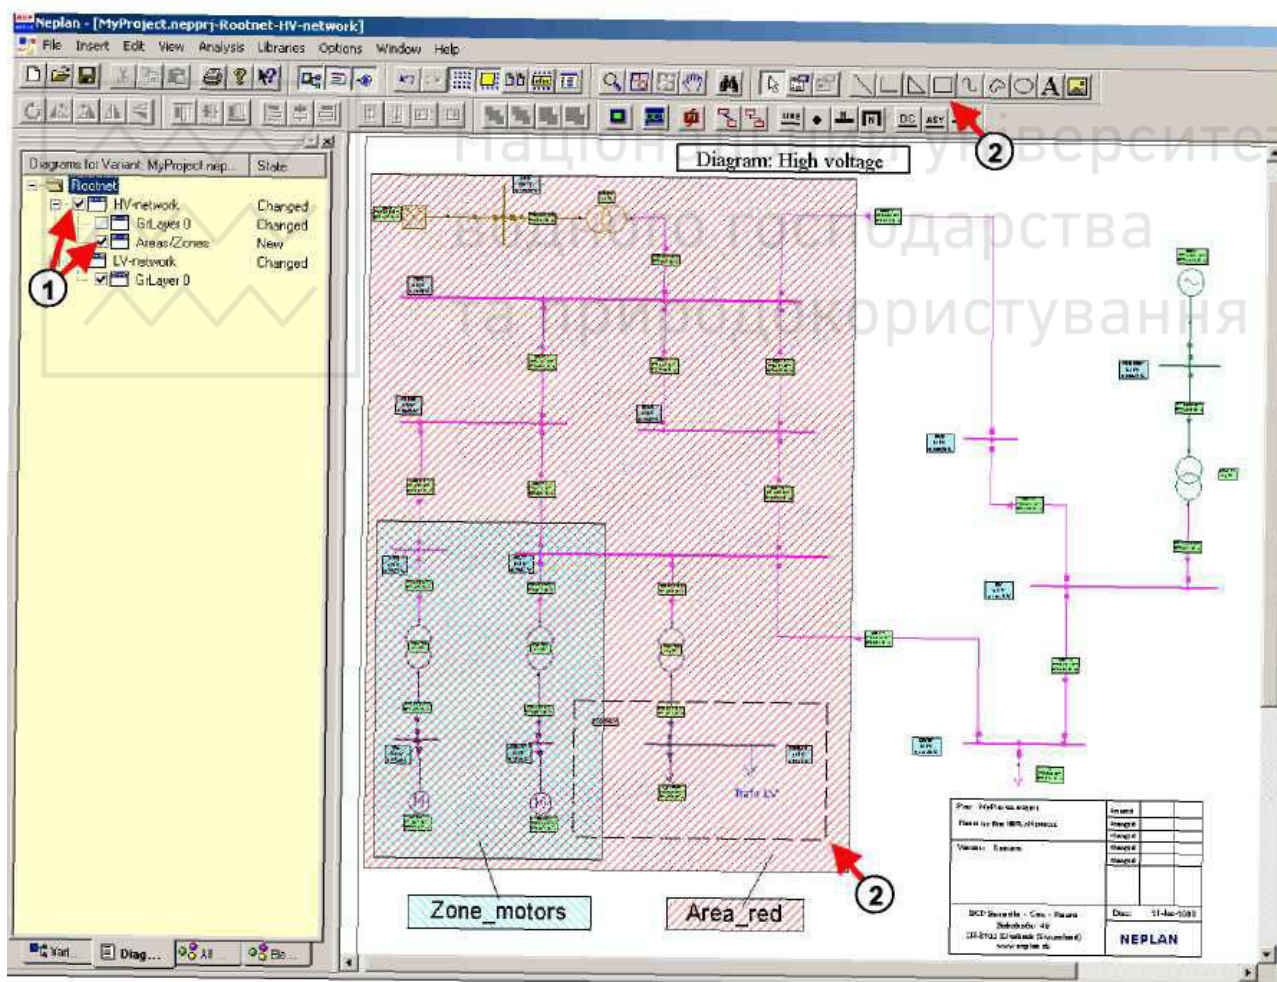

Рисунок 5.5 – Виділення області графічного рівня «*Areas/Zones*» схеми «*HV-Network*»
Активация нового графічного рівня *Areas/Zones* на схемі *HV-Network* здійснюється встановленням галочки навпроти графічного рівня, або натисканням правої клавіші миші на рівні та вибором *Set to Active Layer* в меню, що з'явилося (цифра 1, рис. 5.5).
Далі необхідно виділити область для району та зони, використовуючи графічні засоби панелі інструментів (цифра 2, рис. 5.5).
4. Виділити області для району та зони, використовуючи графічні засоби панелі інструментів, як показано на рис. 5.5. Тоді двічі натиснути лівою клавішею миші на виділеній області. У діалоговому вікні *Graphic Properties*, що з'явилося, вибрати вкладку *Fill*, у полі *Foreground Color* вибрати червоний колір, у полі *Hatch* вибрати пункт *Downward Diagonal* та натиснути кнопку *Ok*. Після цього двічі натиснути лівою клавішею миші на виділеній зоні. У діалоговому вікні *Graphic Properties*, що з'явилося, вибрати вкладку *Fill*, у полі *Foreground Color* вибрати бірюзовий колір, у полі *Hatch* вибрати пункт *Diagonal Crosshatch* та натиснути кнопку *Ok*.